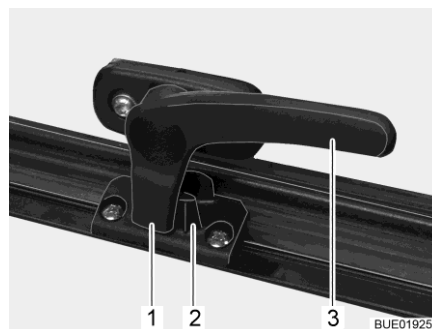

Bild 19 Verriegelungshebel (Stellung "geschlossen")
- Den Verriegelungshebel (Bild 19,3) eine viertel Umdrehung zur Fenstermitte hin drehen.
- Den Verriegelungshebel (Bild 19,3) eine viertel Umdrehung zum Fensterrahmen hin drehen. Die Verriegelungsnase (Bild 19,1) liegt auf der Innenseite der Fensterverriegelung (Bild 19,2).
- in Stellung "fest verschlossen" (Bild 19).